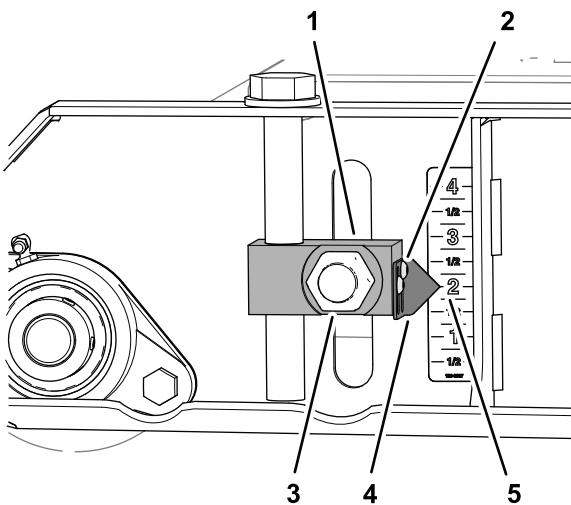
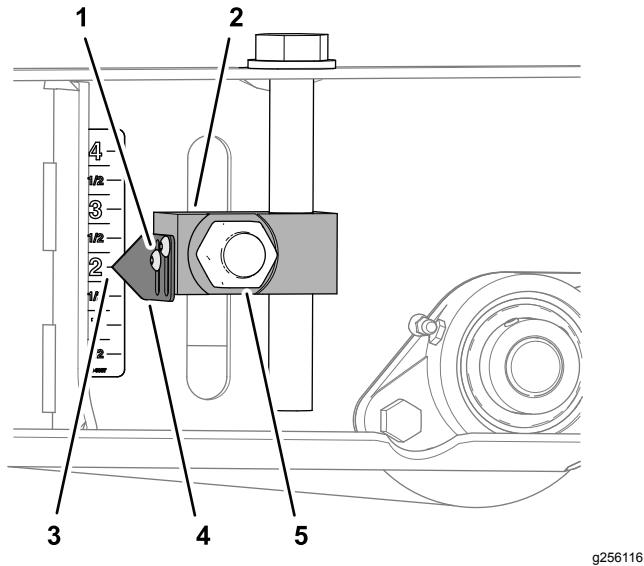

Figura 82
Figura 84
3. Afloje los 2 tornillos allen que fijan el puntero al bloque del ajustador de altura de corte, alinee el puntero hasta la marca de 2" (50 mm) de la pegatina y apriete los tornillos (Figura 82).
6. Afloje los tornillos allen que fijan los 2 punteros al bloque del ajustador de altura de corte, alinee los punteros hasta la marca de 2" (50 mm) de la pegatina y apriete los tornillos (Figura 84).
7. Apriete las 4 tuercas que fijan los 4 bloques de ajustador de altura de corte (Figura 82 y Figura 84) de los rodillos delantero y trasero a entre 322 y 396 N·m.